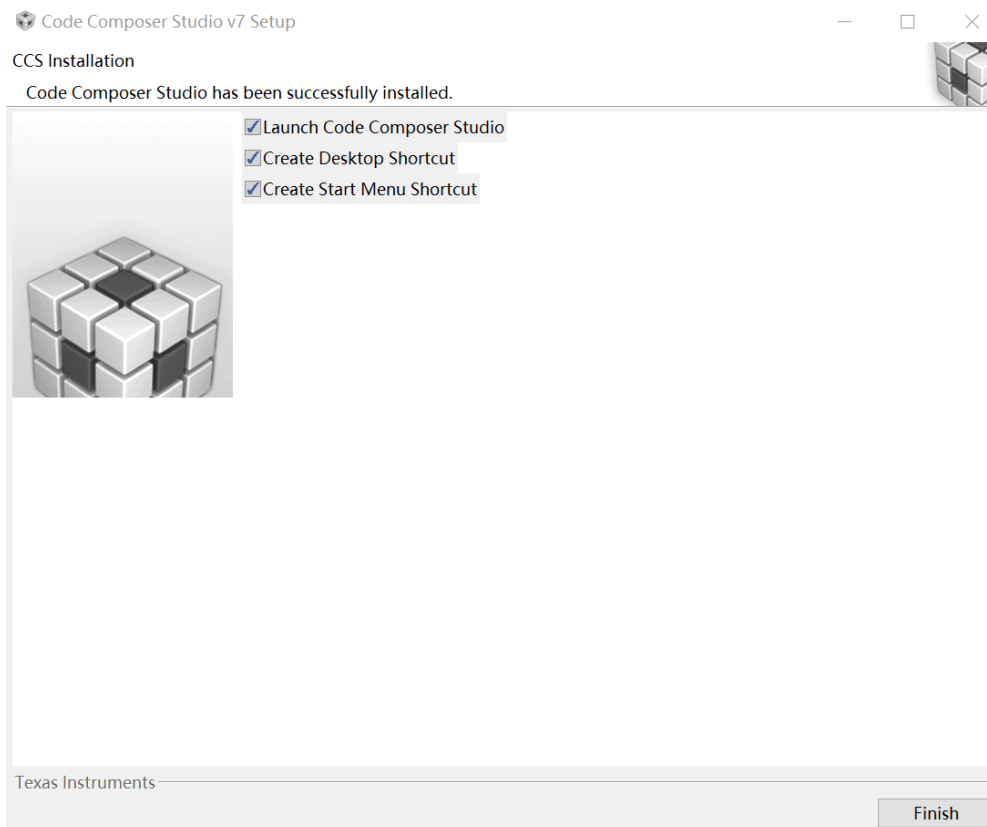

图 1-8 CCS 安装完成图例
(3) 按照默认选择继续安装，直到如图 1-8 提示安装成功。